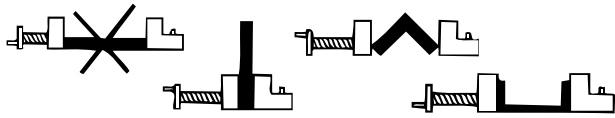

Figure 6 – Arrimage des profilés
- S'assurer que le profilé est correctement positionné et bien aligné par rapport au disque (Figure 6).